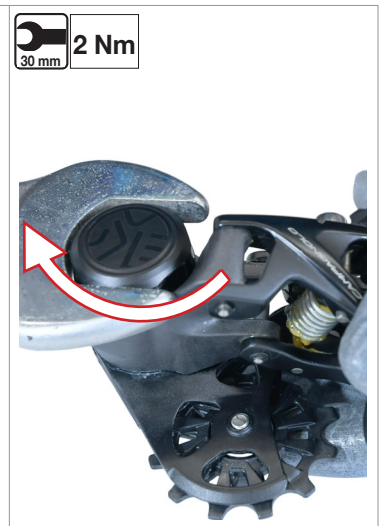

Abb.11
9) Ziehen Sie den Deckel mit einem Maulschlüssel fest, bis Sie einen gewissen Widerstand spüren (Abb. 11).